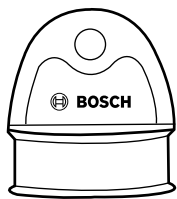

Abb. 6
- **Klemmendeckel:** Wenn Sie das Fahrrad mit nur einem Akku nutzen, müssen Sie darauf achten, dass der freiliegende Anschluss mit dem mitgelieferten Anschlussklemmendeckel abgedeckt wird, um die Stromkreise zu schützen (Abb. 6).